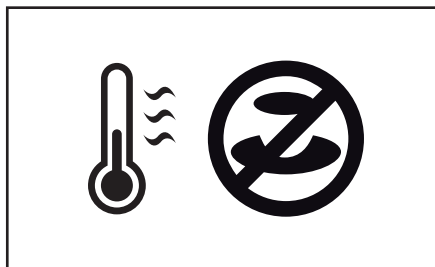

Fig. 4.9 - Oppvarming/Leveringsblokkasje ikoner
3. Et opplyst termometer og ikonet for leveringsblokkasje vil vises på displayet (fig. 4.9).